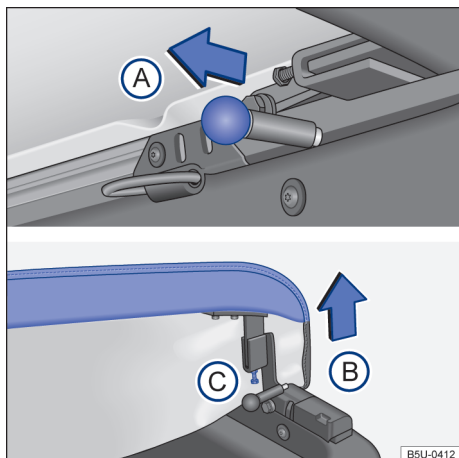
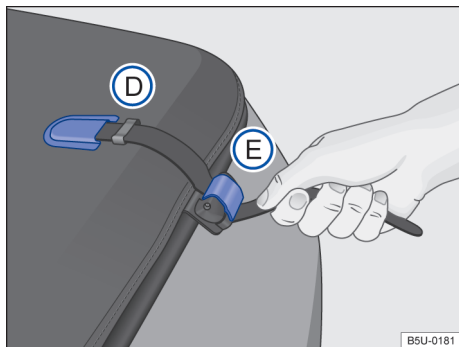

Fig. 55 Travas e parafuso de ajuste do esticamento da capota marítima.
Fig. 56 Fixação da capota marítima.
- Deslocar o pino de travamento → Fig. 55 (A) no sentido da seta, em ambos os lados, simultaneamente.
- Levantar a extremidade da capota no sentido da seta (B).
- Para ajustar o esticamento, soltar a porca e apertar o parafuso ou soltar o parafuso (C), até atingir o esticamento desejado.
- Retirar a extremidade da cinta do alojamento → Fig. 56 (D), nas laterais da capota marítima, e forçar a cinta para baixo, para desbloquear a trava (E).
- Inserir a extremidade das cintas no alojamento (D), para facilitar o recolhimento da capota marítima.